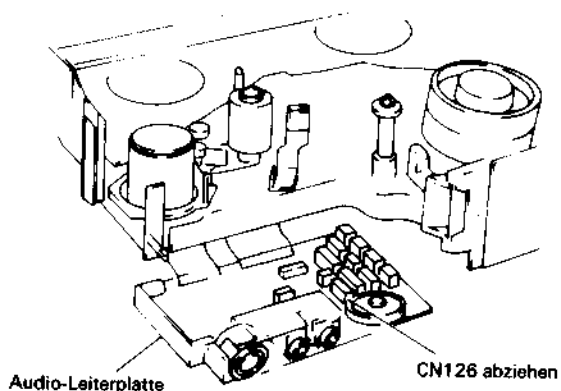

Abb. 2.104 Ausbau des Sensorhalters und des Vorratsteller-Rotationssensors
Ausbau des Sensorhalters und des Vorratsteller-Rotationssensors (Abb. 2.104, 2.105, 2.106)
3. Den Stecker CN126 abziehen (siehe Abb. 2.104).